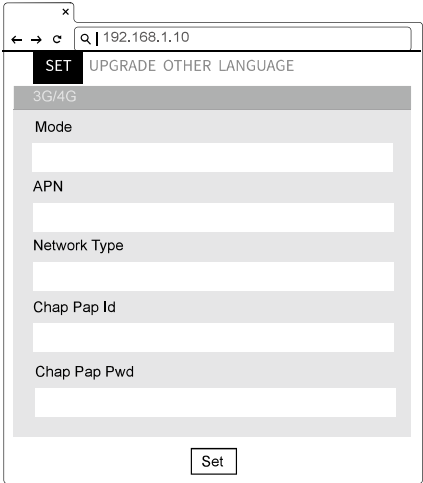

Abbildung 39. Netzwerkinformationen
5) Geben Sie die Informationen zu APN, Chap Pap ID und Chap Pap Pwd ein. Siehe Abbildung 39.